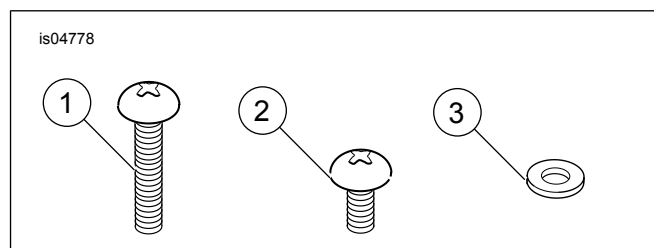

Рисунок 1. Запасные части: Комплект крепления корпуса переключателей
См. Рисунок 1 и Таблица 1.
3. См. Рисунок 1. Для верхнего и нижнего рычага сцепления и фиксаторов корпуса рычага переднего тормоза используйте винты (1) с шайбами (3). Для затягивания см. соответствующее руководство по техническому обслуживанию.
4. Для крышки корпусов переключателей используйте винты (2). Для затягивания см. соответствующее руководство по техническому обслуживанию.